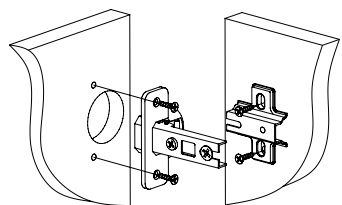

Рис.4
3. При помощи шурупов 3,5x16 установить петли накладные с евровинтом на детали 11 (2шт.); петли полунакладные - на деталь 11 (1 шт.). Установить ответные планки петель на детали 3, 4, 5 (Рис. 4).